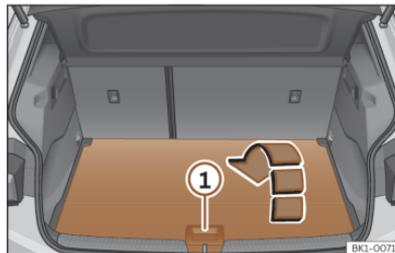

Fig. 171 En el maletero: abrir el segundo suelo del maletero.
- Para **abrirlo**, agarre el asidero >>> **fig. 171** ① y pliegue la parte trasera del suelo del maletero hacia delante, en el sentido de la flecha.
- Para **cerrarlo**, despliegue el suelo del maletero y deposítelo con precaución >>> ②.